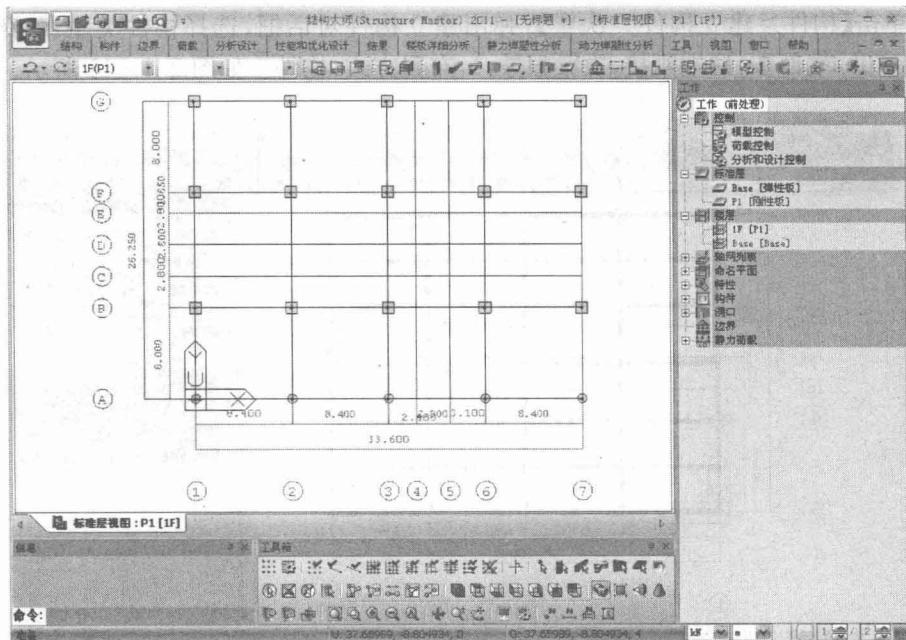

图 2.1-9 柱构件的布置
1. 单击【构件>建立构件>柱】，弹出建立构件对话框，选择构件类型：柱，截面：1 : 1000mm×1000mm(2;R800)，beta:90，布置方式：一点。如图 2.1-9 所示。